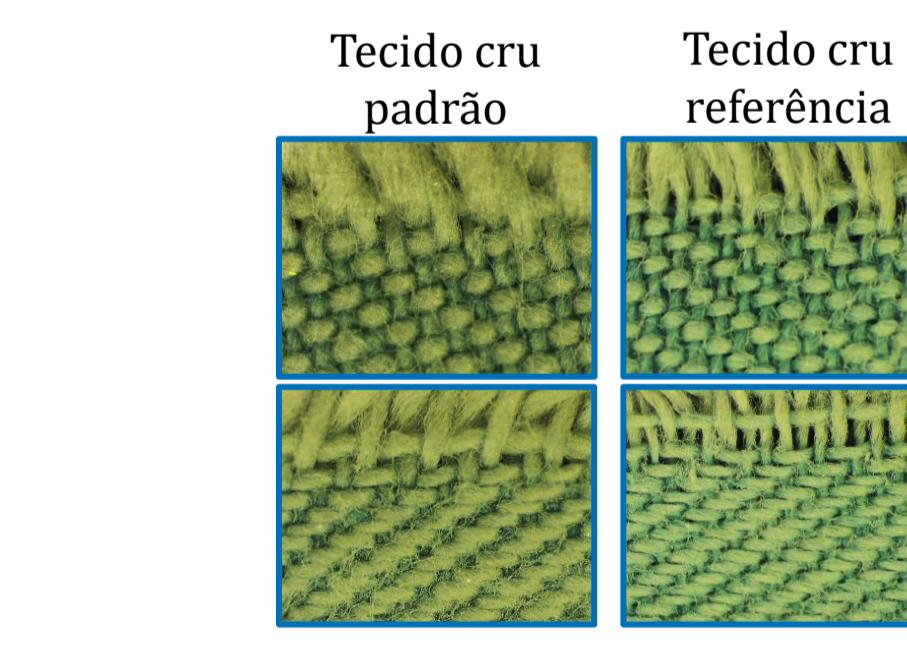

Figura 5. Fotografias por microscopia de um tecido de construção conhecida (padrão) e outro a ser usado como referência
**Metodologia:** Digestão do tecido acabado (Figura 5)